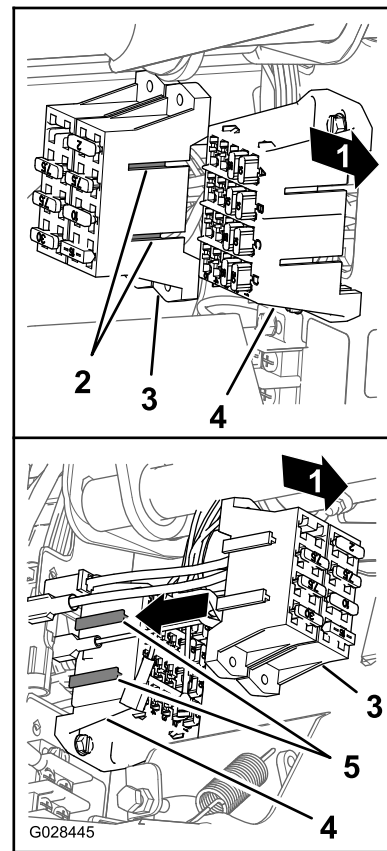

Bild 24
4. Fluchten Sie die T-Anschlussstücke am Sicherungskasten für das Sprühfahrzeug mit den T-Schlitzlöchern des Sicherungsblocks der Maschine aus und schieben Sie den Sicherungskasten des Sprühfahrzeugs in die Schlitzlöcher, bis der Sicherungskasten einrastet (Bild 24).